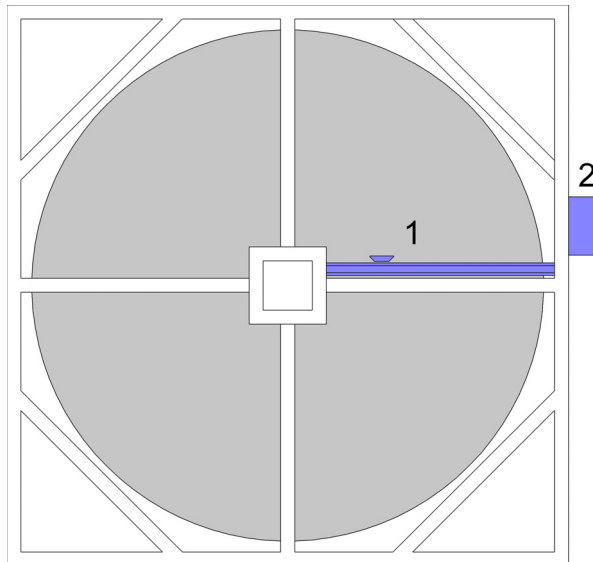

Abbildung 1
Die Rotorreinigungseinrichtung EPRW ist eine elektropneumatisch gesteuerte Rotorreinigungseinrichtung die speziell für rotorsysteme entwickelt wurde, die in lufttechnischen Anlagen bei hoher Schmutzlast mit Stäuben und backenden Verunreinigungen eingesetzt werden. Die Reinigung des Rotors erfolgt mit Druckluft. Abbildung 1 zeigt ein Montagebeispiel des Pneumatik – Wegezylinders (1) auf dem Mittenholm des Tragrahmens.